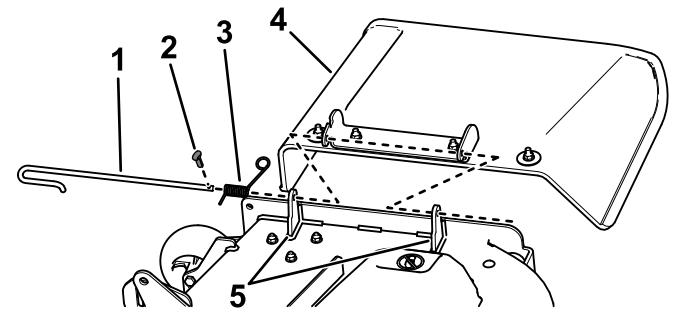

Bild 5
2. Haken Sie die Feder aus der Kerbe in der Ablenkblechhalterung aus und entfernen den Splint (nur CE-Modelle), schieben Sie die Stange aus den geschweißten Mähwerkhalterungen, der Feder und der Grasleitvorrichtung (Bild 5).
3. Nehmen Sie das Ablenkblech ab (Bild 5).